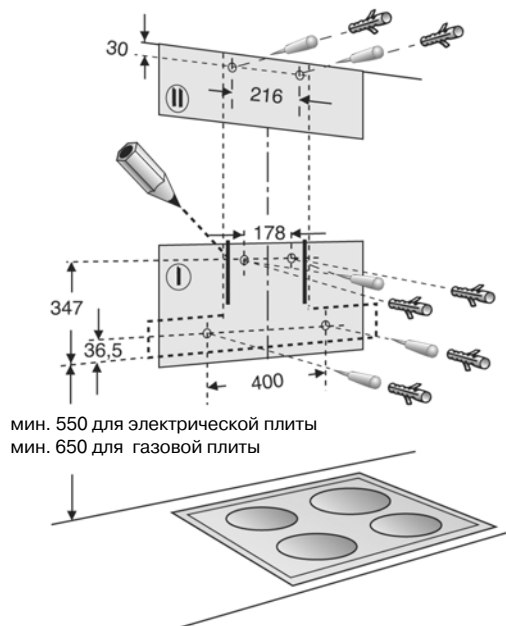

Рис. 12
4. Прикрепите 2 входящие в комплект поставки прокладки к скобам для крепления обшивки вытяжной трубы (рис. 12). Прикрепите скобы для крепления обшивки вытяжной трубы с помощью двух винтов с шестигранной головкой (рис. 12).
5. Ввинтите два верхних винта с шестигранной головкой, так чтобы они выступали примерно на 5 мм (рис. 12).
7. Подвесьте вытяжку на винты (рис. 12).